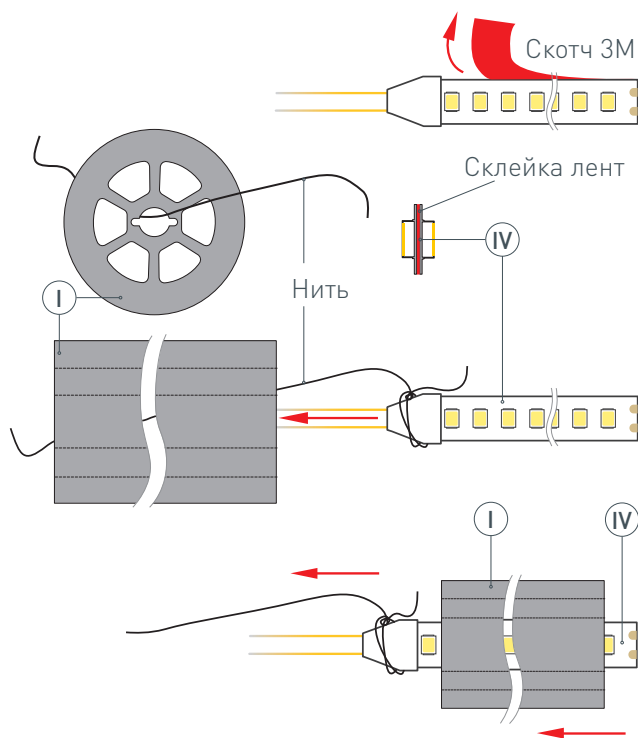

Рис. 1. Протяжка светодиодных лент (IV) в профиль (I), вид сверху
- 1 / Закрепите подвесы (II) на поверхности и выведите наружу кабель от источника питания для светодиодной ленты.
Установите\* светодиодные ленты (IV) в профиль (I). Для этого необходимо снять защитный слой со скотчей на светодиодных лентах (IV) и склеить ленты тыльными сторонами, чтобы можно было протянуть через профиль. Затем привязать нить (находится внутри профиля) с одной стороны профиля (I) к склеенным светодиодным лентам (IV), как показано на рис. 1. Чтобы втянуть ленты в профиль, сначала аккуратно поместите кабели питания светодиодных лент (IV) внутрь профиля (I), а затем, насколько это возможно, вставьте край светодиодных лент. Аккуратно потяните за нить с другой стороны профиля (I) и тем самым протяните\*\* светодиодную ленту (IV) в профиль (I). Отвяжите нить от светодиодной ленты. **! ЗАМЕНА ЛЕНТЫ.** Если понадобится заменить уже установленные в профиле светодиодные ленты, то необходимо проделать те же действия: привяжите нить к светодиодным лентам с одной стороны профиля, аккуратно потяните ленту с другой стороны профиля. Таким образом, нить снова окажется внутри профиля, готовая для повторного использования.